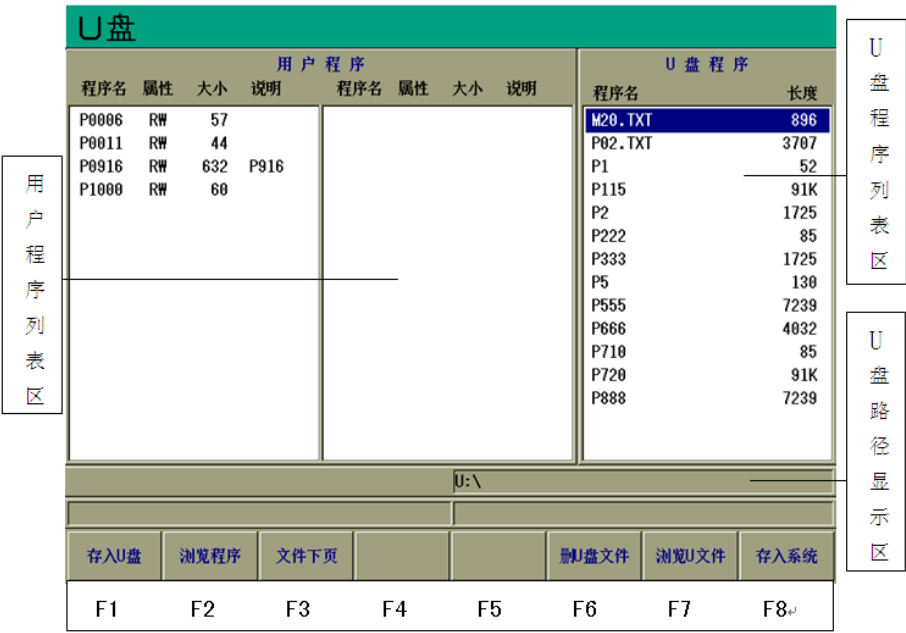

图 3.4 U 盘管理
- (1) 打开 U 盘防护盖，插入 U 盘；
- (2) 按【U 盘】键，进入 U 盘管理界面；如图 3.4 所示：